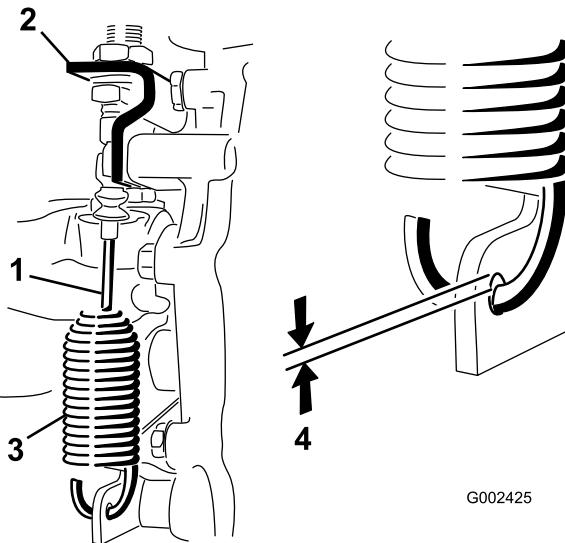

Bild 52
2. Lösen Sie die Klemmmuttern, mit denen das Differenzialsperrenkabel an der Halterung am Getriebe befestigt ist (Bild 52).